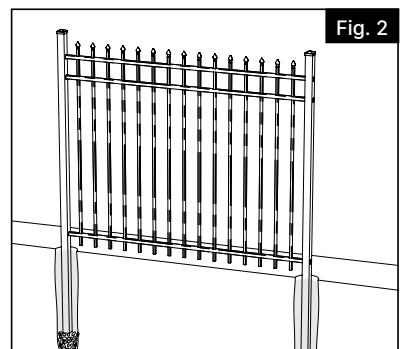

Fig. 2
- For 6' sections using 2" posts: measure  $72\frac{3}{4}$ " from the center of an end point and mark with stake (Fig. 2).
- Pour les sections de 6' (1,83m) utilisant des poteaux de 2" (5 cm): mesurer 72 $\frac{3}{4}$ " (1,85m) du centre d'un point final et indiquer par un piquet (Fig. 2).